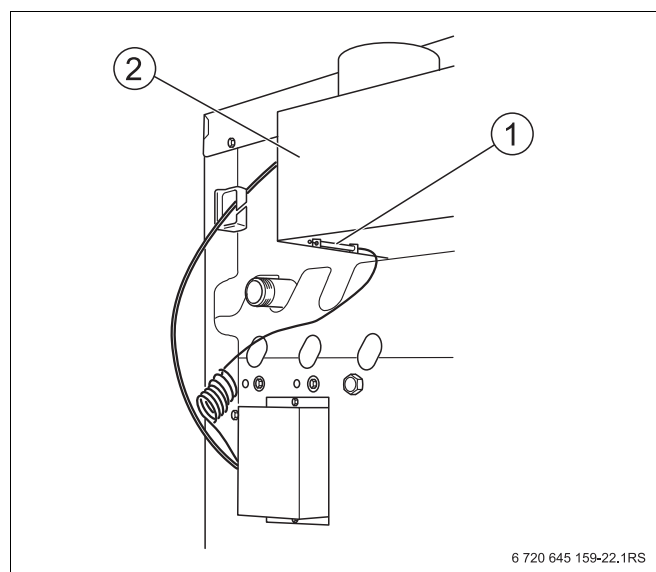

Рис. 33 Проверка системы контроля дымовых газов AW 50
- Снять датчик температуры дымовых газов (Рис. 33, **поз. 1**) с прерывателя тяги (Рис. 33, **поз. 2**).
- При работающей горелке удерживать наконечник датчика температуры (Рис. 33, **поз. 1**) в середине потока дымовых газов. Подача газа прекращается максимум на 120 секунд, и горелка выключается. Через несколько минут горелка вновь автоматически включится, так как остается потребность в тепле.
- Установить датчик температуры дымовых газов (Рис. 33, **поз. 1**) на место.